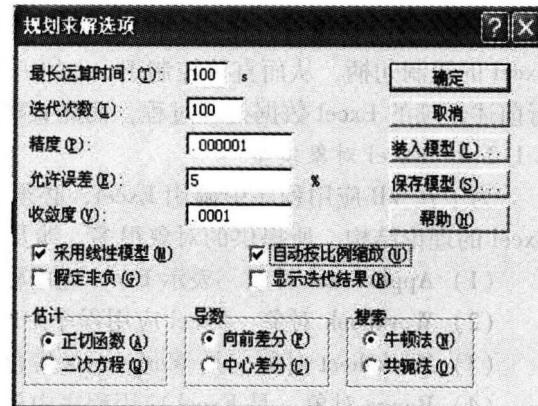

图1-4 Excel规划求解选项对话框
(6) 点击“选项”按钮，显示“规划求解选项”，如图1-4所示。可以修改选项中的参数，选取“采用线性模型”可以加快运算速度；选取“自动按比例缩放”可以避免数值过大引起的麻烦。